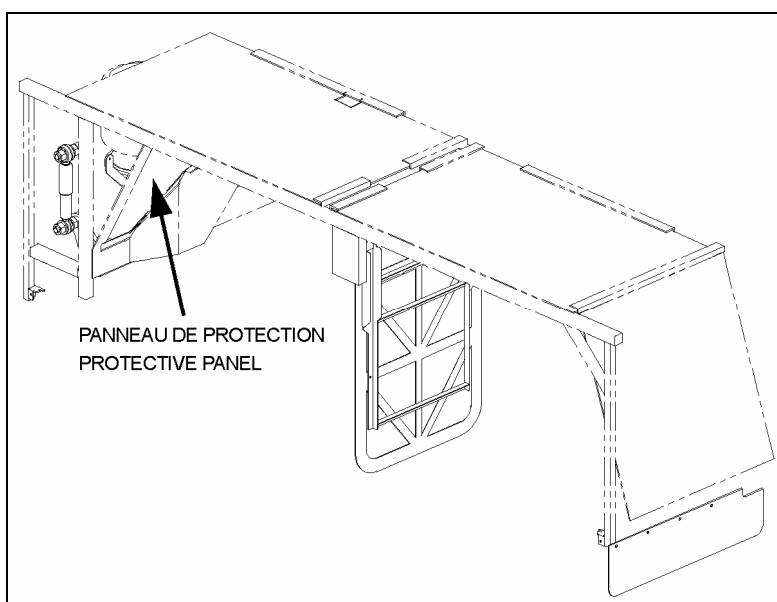

FIGURE 3
6. Pour accéder aux réservoirs d'expansion et aux ressorts pneumatiques, retirer les panneaux de protection situés à l'avant des roues de l'essieu moteur (Voir figure 3).